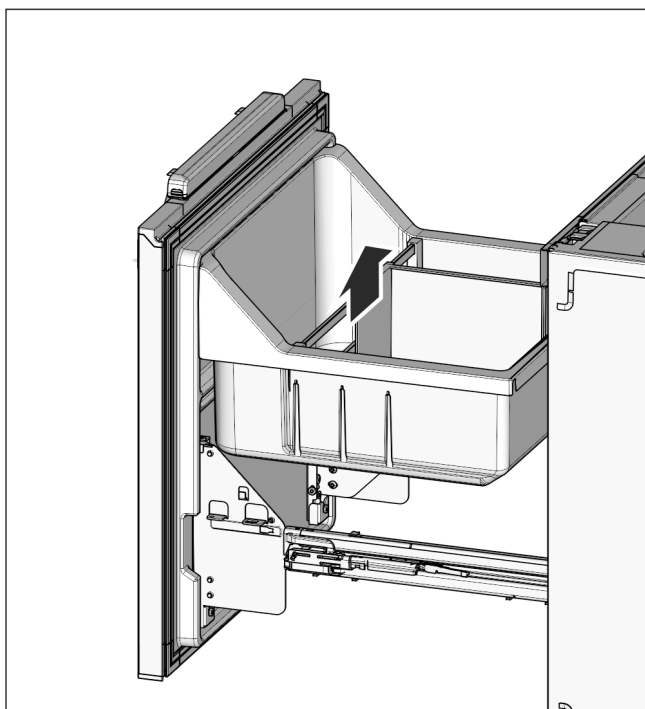

Fig. 25
- Flaschenabsteller Fig. 25 (32) und Auszugswanne Fig. 25 (31) wieder einsetzen.